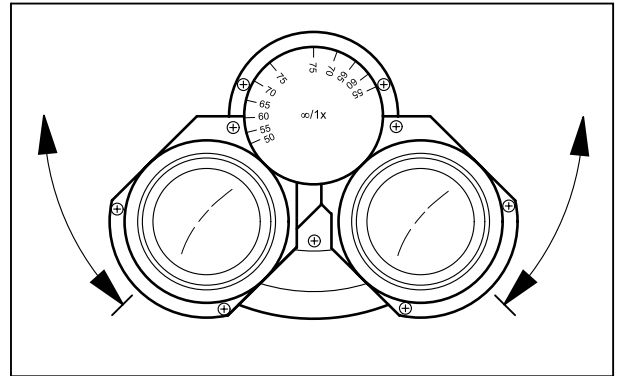

Рисунок 18 Настройка межокулярного расстояния
- Путём симметричного поворота обоих окулярных тубусов друг против друга настроить межокулярное (межзрачковое) расстояние так, чтобы оно было согласовано с индивидуальным глазным базисом наблюдателя (Рисунок 18).